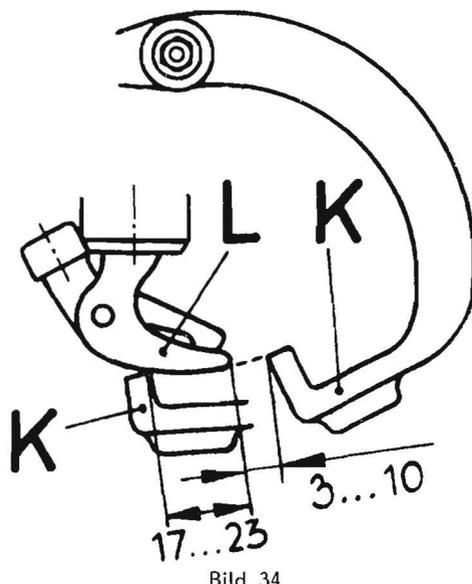
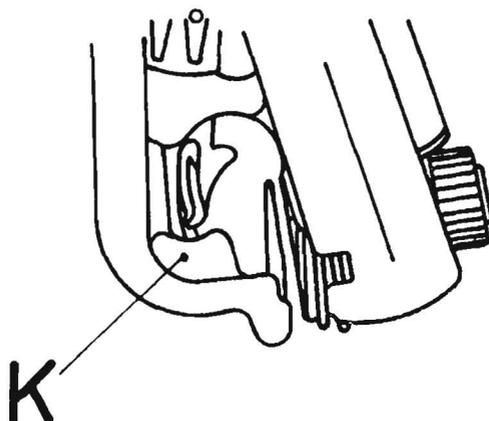

Bild 34
Bild 35
Der Abstand zwischen Abstreifkante (K) des Knotenabziehers und der Spitze des Knoterschnabels (L) muß 3 bis 10 mm betragen, wenn die Rolle des Knotenabziehers auf dem höchsten Punkt der Nocke der Knüpferscheibe aufliegt (Bild 34).
Der Knoterschnabel darf während einer vollen Umdrehung der Knüpferscheibe keine Stelle des Knotenabziehers berühren. Die runde Abstreifkante (K) des Knotenabziehers muß mittig, leicht und gleichmäßig am Rücken des Knoterschnabels entlanggleiten (Bild 35). Beginn der Anlage der Abstreifkante (K) (Bild 34) am Knoterschnabelrücken 17 bis 23 mm vor der Knoterschnabelspitze. Maßkorrektur durch Richten des unteren Teiles des Knotenabziehers.